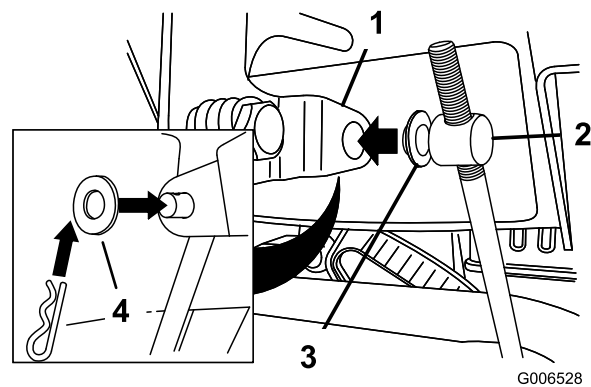

Figure 11
3. Retirez la goupille fendue et la rondelle extérieure du tourillon à l'extrémité supérieure de la tige de commande de vitesse (Figure 11).
Remarque: Pour faciliter l'installation, laissez la rondelle plate sur le tourillon (Figure 11).
6. Soulevez la tige de commande de vitesses et insérez le tourillon dans le trou du levier sélecteur de vitesses (Figure 11).